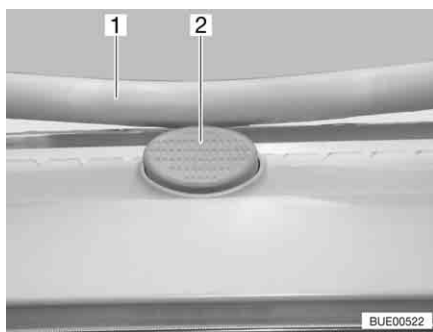

Fig. 89 Bouton de sûreté sur le lanterneau Heki
- Appuyer sur le bouton de sécurité (Fig. 89,2) et tirer l'étrier (Fig. 89,1) vers le bas avec les deux mains.
- Pousser l'étrier vers le haut avec les deux mains jusqu'à ce que ce dernier se trouve au-dessus du bouton de sûreté (Fig. 89,2).